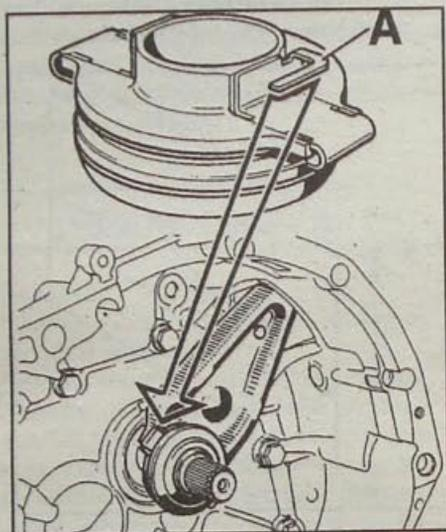

Рис. 6.10. Установка подшипника выключения сцепления на направляющую втулку:
- Проверьте положение подшипника выключения сцепления — выступ (A, рис. 6.10) должен быть введен в паз вилки сцепления.